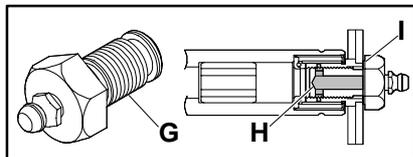

Figure 7
Pour le palier de la poulie situé de l'autre côté de l'arbre (côté situé en face de A), monter l'adaptateur de graissage Dorner, numéro 200046M (G de la figure 7).
Installez le graisseur Dorner, ref 200046M (G de la figure 7).